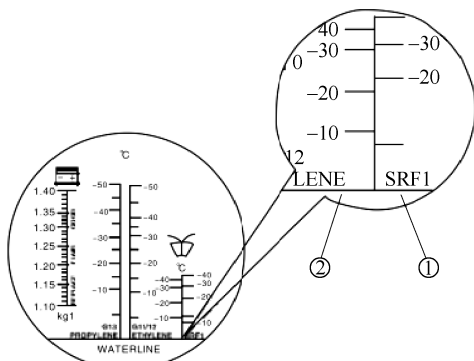

图 14-1-2 折射计的刻度值
(4) 检查防冻剂浓度
使用折射计(TI0007)检查防冻添加剂的浓度。折射计的刻度①用于校准风窗玻璃清洗液(G 052 164)。刻度②用于普通的玻璃清洁剂,也用于普通玻璃清洁剂和风窗玻璃清洗液(G 052 164)的混合溶液,如图14-1-2和表14-1-5所示。